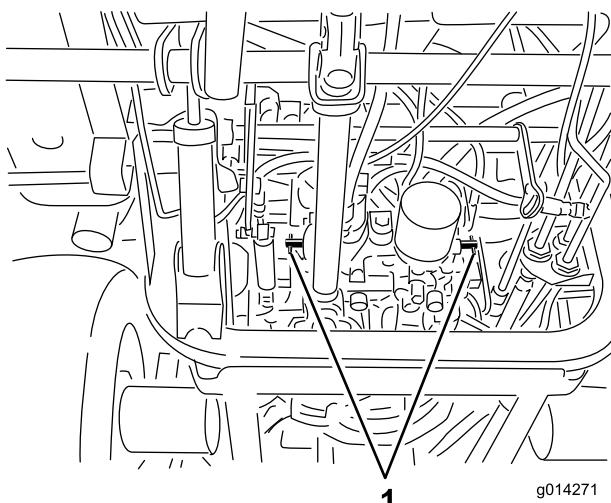

図 25
4. 各バイパスバルブを左回りに1回転させる図 25。
各バイパスバルブを右に回転させて手締めするおよそ 8 Nm (図 25)。